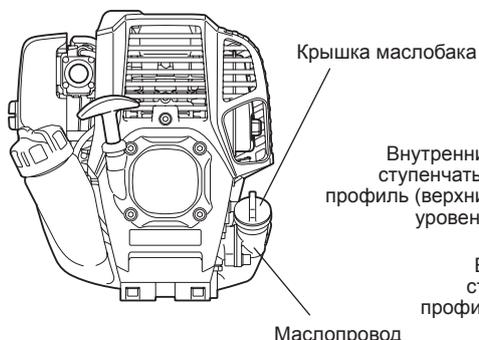

Рис. 1
- Установите двигатель горизонтально, снимите крышку маслобака (Рис.1) и убедитесь, что уровень масла находится между верхней и нижней метками маслопровода (Рис.2).